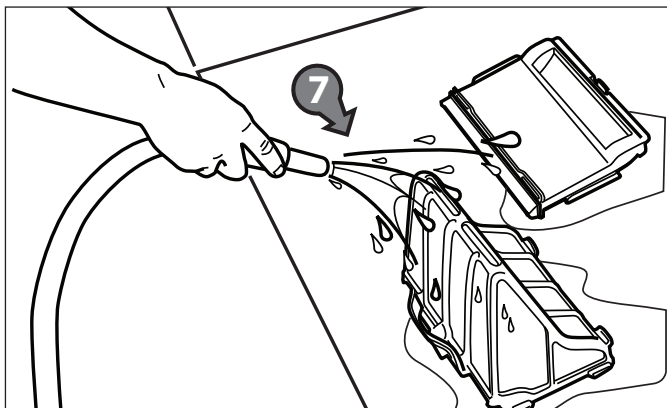

Figura 24. Lave el porta filtro
9. Lave el porta filtro, el soporte del filtro, y el limpiafondos con agua o con una manguera (7). Vea la Figura 24.